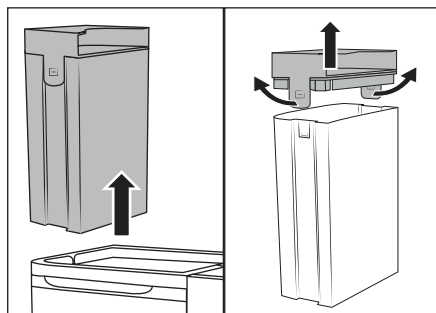

Bild 5
- (1) Du får endast fylla vattentanken 2 med kallt eller varmt kranvatten eller destillerat vatten. Använd inte kokande vatten. (2) Använd aldrig produkten utan vatten i vattentanken 2.
- (3) Använd bara vanligt möbelrengöringsmedel som inte skummar eller **W5 ättiksrengöring från LIDL**. Andra rengöringsmedel kan skada produkten. Vi rekommenderar tre matskedar **W5 ättiksrengöring från LIDL** till en full vattentank 2 (1,7 liter). Öka mängden ättiksrengöring lite i taget om det behövs tills du är nöjd med resultatet.
- ♦ Ta tag i handtaget på vattentankens 2 lock 1 och dra upp den ur produkten (se bild 5).
- ♦ Dra ut de båda spännena en aning och ta av locket 1 (se bild 5).